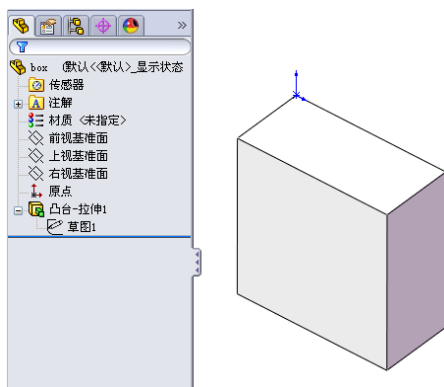

图 1-46 拉伸特征
(1) 将 [终止条件] 设置为 [给定深度]。
(2) 将深度由系统默认的 10mm 修改为 47mm。
③单击按钮，生成拉伸。新特征[凸台-拉伸 1]出现在特征管理器设计树中。
④为了方便查看整个模型，可以单击 Z 键将视图缩小，或单击 Shift+Z 组合键将视图放大。
⑤单击特征管理器设计树中[凸台-拉伸 1]旁的加号，将看到用于拉伸特征的[草图 1]已经列于此特征之下了，如图 1-46 所示。